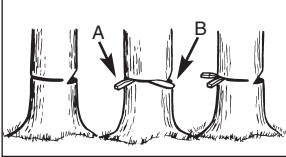

Abb. 14A
1. Verhindern Sie ein Festklemmen der Schiene oder der Kette (B) im Schnitt mit Holz- oder Plastikkeilen (A). Keile kontrollieren auch das Fällen (Abb. 14A).